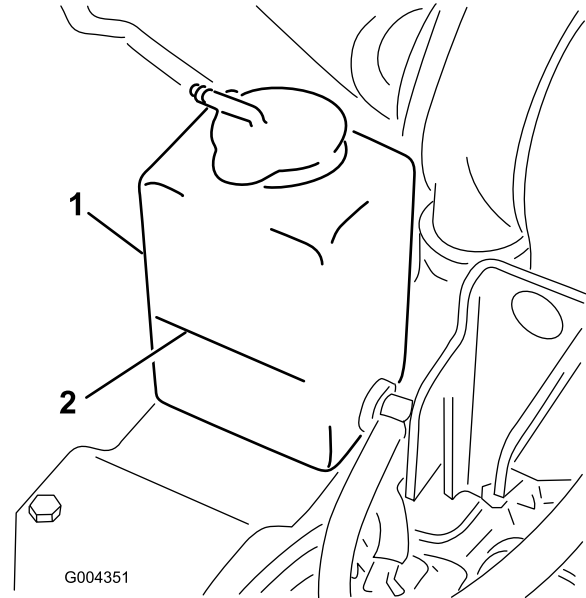

Figura 15
1. Compruebe el nivel de refrigerante en el depósito de expansión (Figura 15).